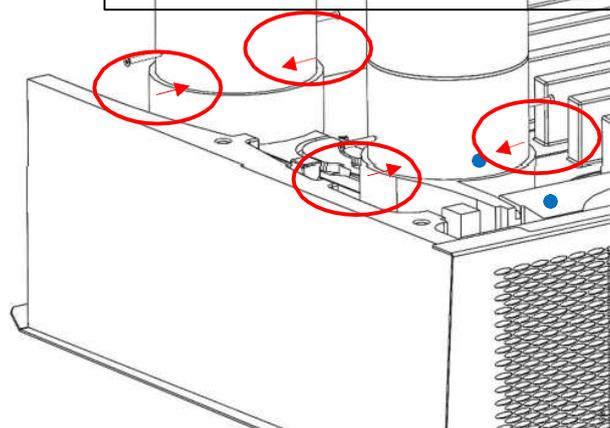
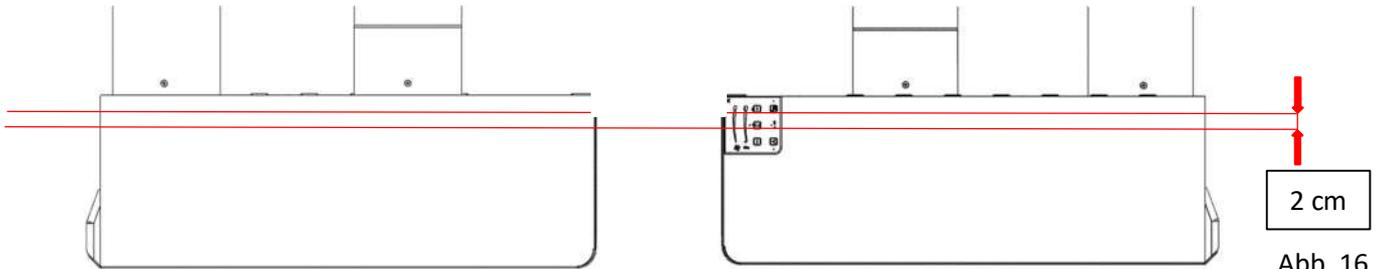

Abb. 15
Abb. 16
- Befestigen Sie die installierten Rohre mit den selbstschneidenden Schrauben $\varnothing 4 \times 22 \text{ mm}$ (im Lieferumfang als vorgeschriebenes Zubehör enthalten - Karton 2) gegeneinander, wie in Abbildung 15 – 4 angezeigt, in einem Abstand von 20mm vom Rand der Einheit, siehe Abbildung 16.
- Die installierte Rohrleitung befestigen Sie mit selbstschneidenden Schrauben $\varnothing 4 \times 22 \text{ mm}$ gegeneinander, wie in Abbildung 15 – 4 angezeigt, in einem Abstand von 20mm von der Gerätekannte, siehe Abbildung 16.